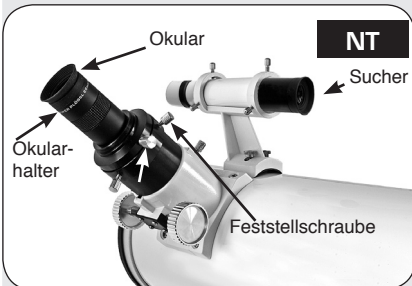
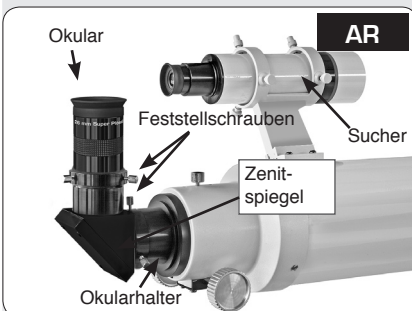

Abb. 10a: Setzen Sie das Okular ein und ziehen Sie die Schrauben fest.
Abb. 10b: Setzen Sie das Okular in das Zenit-Spiegel ein und ziehen Sie die Schrauben fest.
10. Einsetzen des Okulars: NT-Modelle (Abb. 10a): Entfernen Sie zuerst die Staubschutzkappe vom Okularhalter auf der Fokussiereinheit. Legen Sie die Staubschutzkappe an einen sicheren Platz und setzen Sie sie wieder ein, wenn Sie mit dem Beobachten fertig sind, damit kein Schmutz in das Teleskop eindringt. Öffnen Sie die Okularklemmschrauben (1, Abb. 1a) und setzen Sie das mitgelieferte Okular (3, Abb. 1a) in die Okularhalterung ein. Ziehen Sie anschließend die Schrauben handfest an, damit das Okular nicht herausrutscht. AR-Modelle (Abb. 10b): Entfernen Sie zuerst die Staubschutzkappe von der Okularhalterung auf der Fokussiereinheit. Legen Sie die Staubschutzkappe an einen sicheren Platz und setzen Sie sie wieder ein, wenn Sie mit dem Beobachten fertig sind, damit kein Schmutz in das Teleskop eindringt. Öffnen Sie die Okularrändelschrauben (A Abb. 10b) und setzen Sie das mitgelieferte Okular (B Abb. 10b) in die Okularhalterung ein. Ziehen Sie anschließend die Schrauben wieder gut fest, damit das Okular fest sitzt.